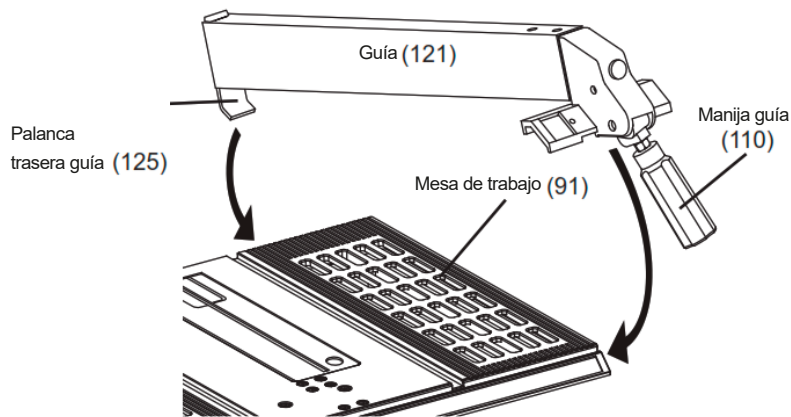

FIGURA 15
1. Para unir la guía (121) a la mesa de trabajo (91), levante la manija de la guía (110) y deslice la placa posterior de la guía (125) sobre el borde posterior de la mesa. Ver Figura 15.